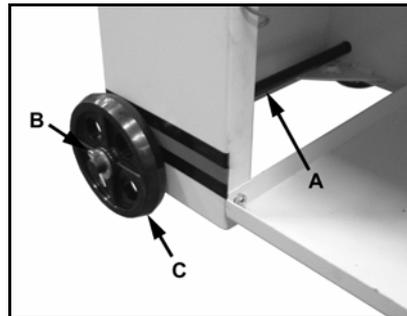

Fig 2
Glisser l'essieu (A, Fig 2) dans le socle et monter une roue (B) de chaque côté avant de bloquer par des goupilles (C).